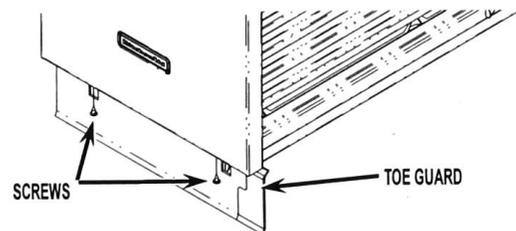

FIGURE 9
- Remove two (2) screws and old toe guard from drawer and attach new toe guard with same two (2) screws. See Figure 9.
12. Ôtez les deux (2) vis et la plinthe existante du tiroir et fixer la nouvelle avec les mêmes deux (2) vis. Voir Figure 9.